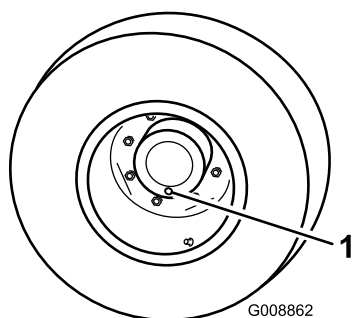

図 48
1. 平らな場所で、点検/ドレンプラグが一番低い位置時計の 6 時の位置に来るように停止させる 図 48。